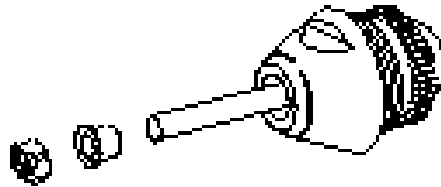

Bild 9.3
- (03) Die sich hinter der Spannzangenmutter befindende Führungshülse abziehen (Bild 9.3).